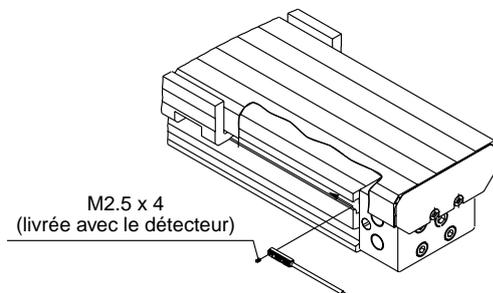

Figure 2. Montage du détecteur
1. Insérez et glissez le détecteur à partir du côté du vérin et immobilisez-le à l'aide de la vis incluse. (Reportez-vous à la figure 2.)